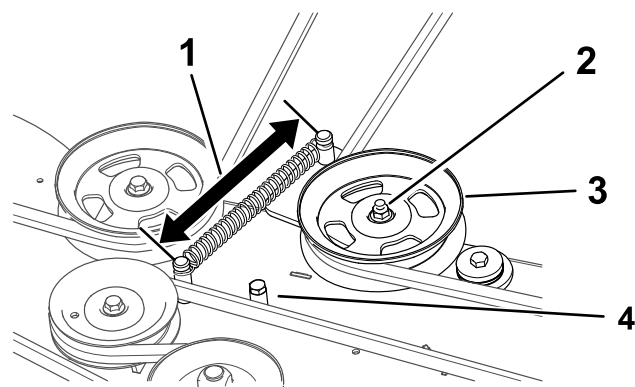

Figura 54
Se la lunghezza della molla è inferiore a 15,2 cm oppure se il braccio della puleggia tendicinghia entra in contatto con il fermo del tendicinghia riprodotto nella Figura 54, regolate il braccio della puleggia tendicinghia.
4. Allentate il dado sulla puleggia tendicinghia (Figura 54).
6. Serrate il dado (Figura 54).